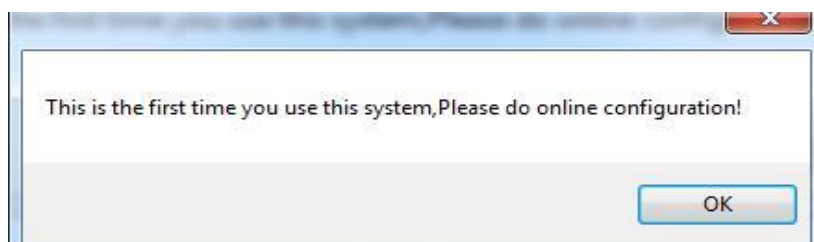

Figura 3-35 Configuração on-line
- Clique duas vezes no ícone . Ao executar o software pela primeira vez, ele vai mostrar configuração on-line, como mostrado na figura 3-35. Clique em [OK], a caixa de diálogo na figura 3-36 vai aparecer, depois clique na configuração de software. Na figura 3-37 a seguir, a caixa de diálogo aparece, a configuração de software é bem-sucedida.